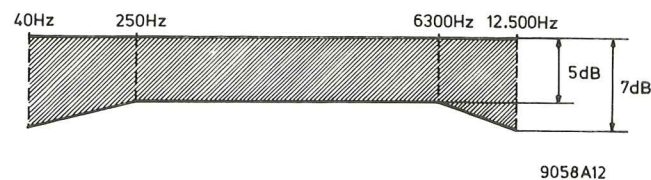

Fig. 11d
- Fig. 11d viser grensene pa karakteristikken i.h.t. DIN 45500. Som regel kan karakteristikken godt justéras innenfor 3 dB.